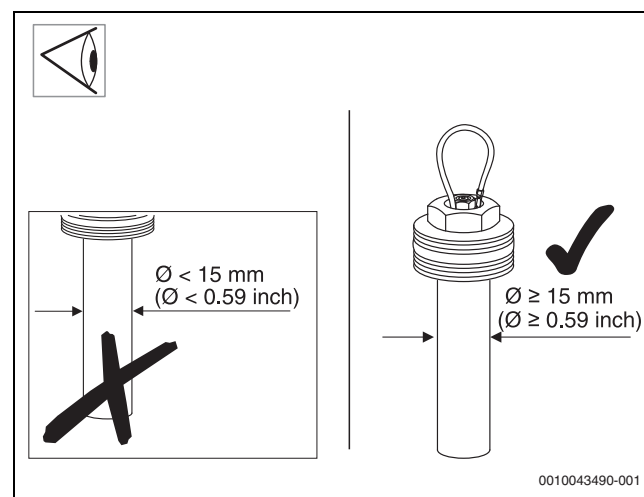

Bild 52
- ▶ Wenn der Durchmesser der Magnesiumanode weniger als 15 mm beträgt (→ Abb. 52), Anode austauschen.